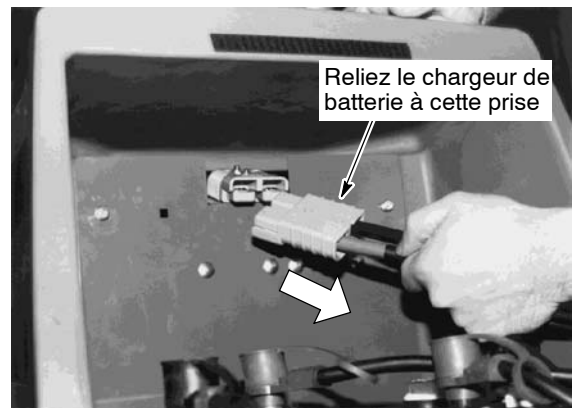

FIG. 17
5. Débranchez la prise de batterie de la prise de la machine et branchez la prise du chargeur dans la prise de batterie. (Figure 17).